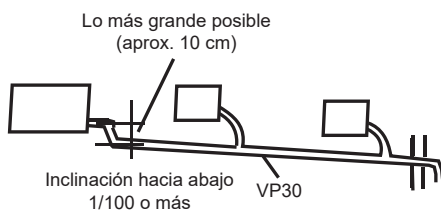

Figura 5.2 Descarga de agua centralizada
7. Cuando la toma del tubo de descarga de agua esté más alta que la conexión del tubo de succión de agua, intente mantener el tubo de descarga de agua lo más vertical posible, y doble los racores de conexión de la toma de agua de modo que la altura del tubo de descarga de agua esté a 1000 mm de distancia de la base de la bandeja de drenaje. De lo contrario, el flujo de agua será excesivo cuando se detenga el funcionamiento. Consulte la Figura 5.2.